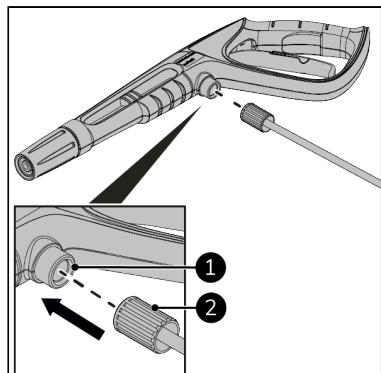

Abbildung 53.
2. Schrauben Sie den Hochdruckschlauch (Abbildung 53, Pos. 2) auf die Stahlpistole (Abbildung 53, Pos. 1).